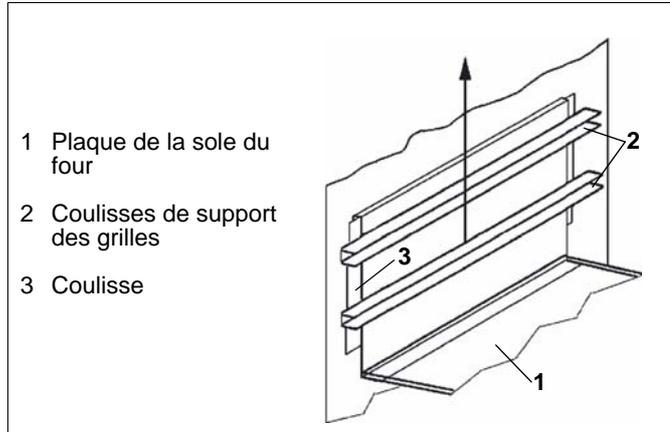

Fig. 13 Coulisse de support des grilles
- ⇒ Pour le nettoyage de la cavité du four, vous pouvez extraire les coulisses de support des grilles (2 / Fig. 13) et les nettoyer.
- ⇒ Retirez la plaque de la sole du four (1 / Fig. 13).
- ⇒ Soulevez la coulisse de support des grilles (2 / Fig. 13) et extrayez-la de la coulisse (3 / Fig. 13).